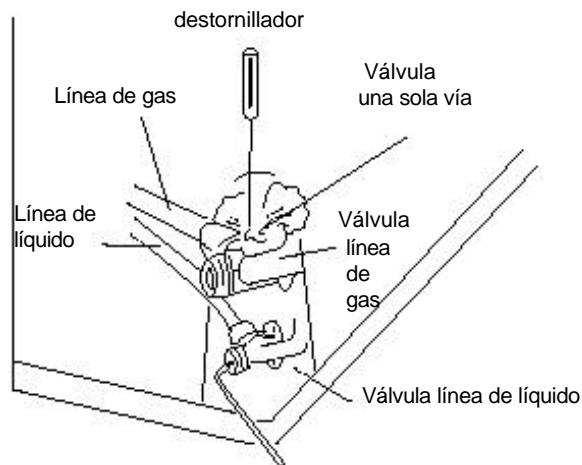

Figura 9
7. Abra ambas válvulas de líquido y gas completamente. Ver Figura 9.